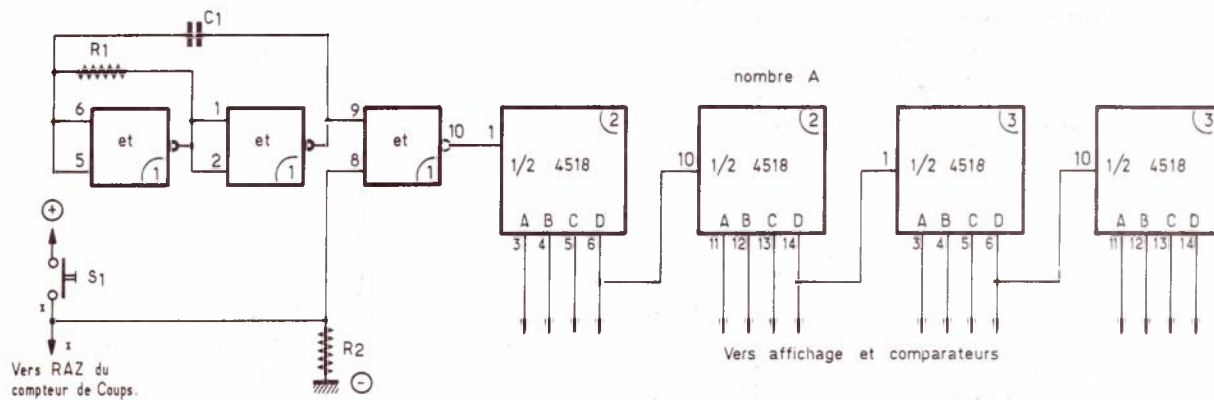

Figure 1
1) Le générateur de nombre à 4 chiffres est composé d'un oscillateur commandé, réalisé à partir de 3 portes Nand comme indiqué sur la **figure 1**. Le bouton de commande S1 permet par une mise à un de la troisième porte de laisser passer l'horloge qui va faire avancer les quatre décades (2 x 4518) placées en cascade. Lorsque le joueur a fini de jouer il lui suffit d'agir sur le poussoir S1 pour changer la combinaison des chiffres constituant le nombre. Ce même bouton commande aussi la remise à zéro du compteur de coups.